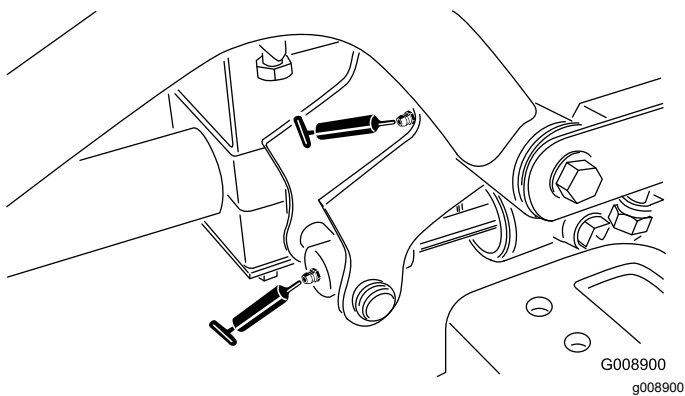

Bild 43
- Rechte vordere Hubarm-Drehbüchsen und Hubzylinder (2) (Bild 43)